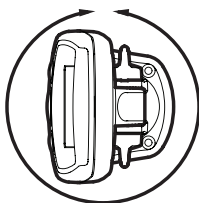

Bild 1
3. Ihr PiranhaMAX™ wird mit einer von zwei möglichen Montagehalterungen geliefert. Entweder mit einer Neigungs-Halterung oder einer Dreh-Kipp-Halterung (Bild 1 und 2). Stellen Sie sicher, dass Sie das Gerät ausreichend bewegen und einfach abnehmen können.